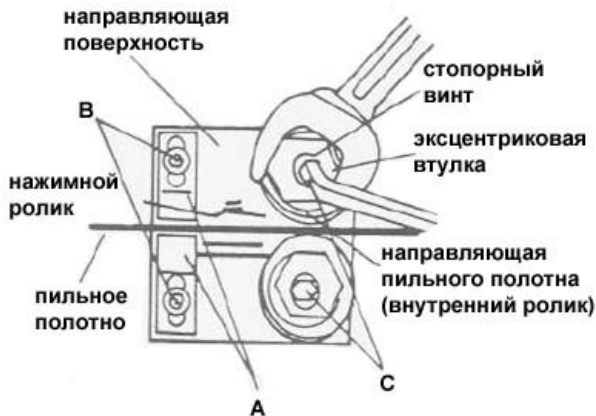

Рис. 8
Ослабьте винты (B, рис. 8) и отодвиньте скользящие элементы (A) от пильного полотна.